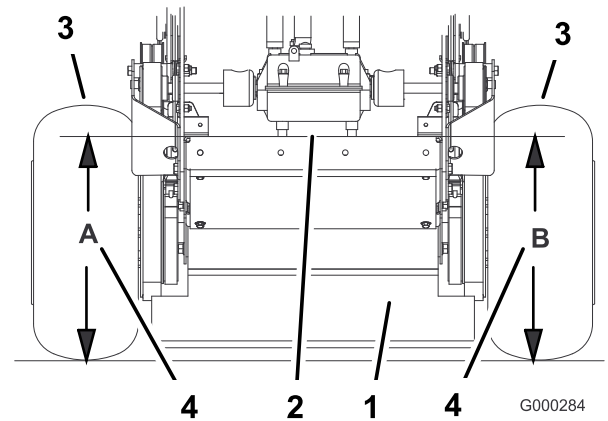

Figure 53
- Mesurez la hauteur du plancher moteur au point **A** (Figure 53).
- Mesurez la hauteur du plancher moteur au point **B** (Figure 53).